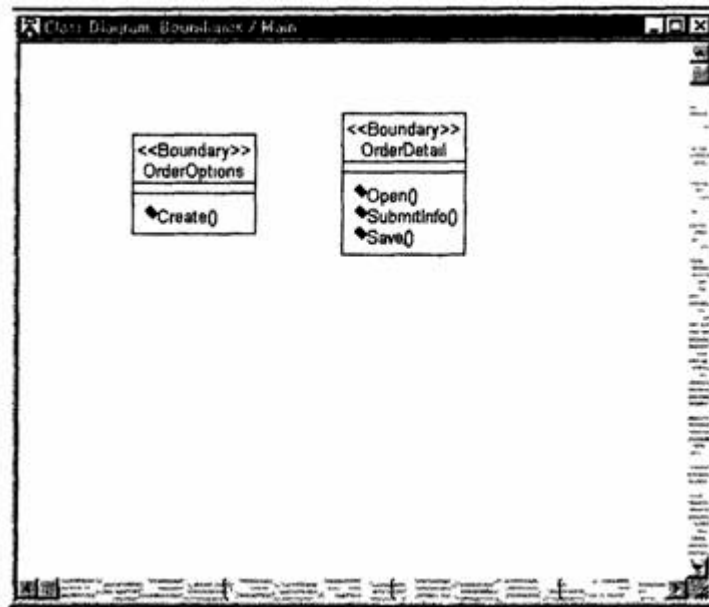

Рис. 6. Главная диаграмма Классов пакета Boundaries
5. Перетащите на нее из браузера классы OrderOptions и OrderDetail. Главная диаграмма Классов пакета Boundaries должна теперь выглядеть, как показано на рис. 6.